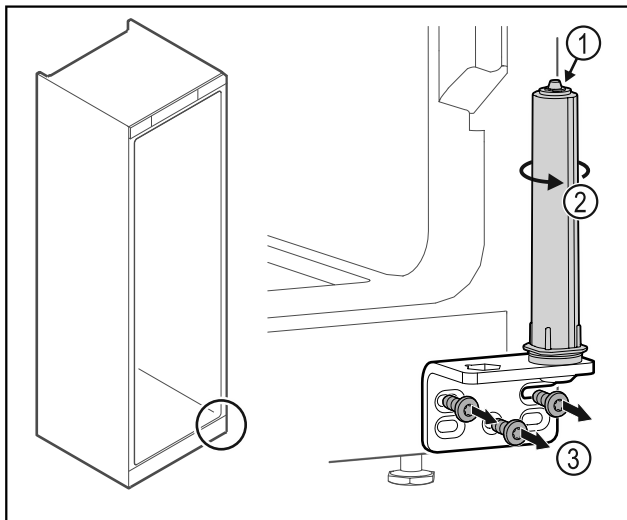

Fig. 30
- ▶ Dørlukkesystemet må ikke tas fra hverandre Fig. 30 (1).
- ▶ Drei på lukkesystemet Fig. 30 (2) til det sier klikk.
- ▶ Skru av hengselvinkelen Fig. 30 (3).